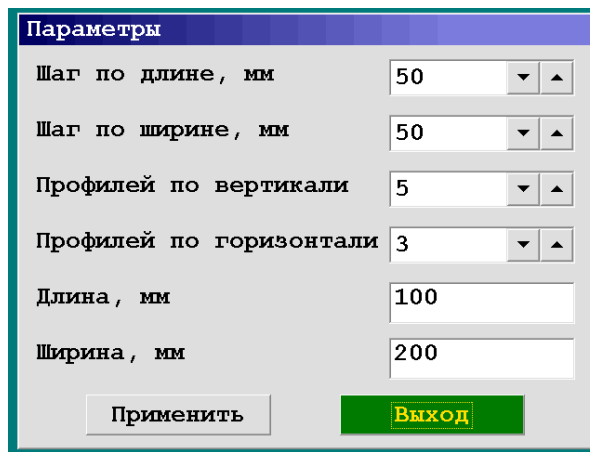

Рисунок. 5.15 Меню «Параметры» режима «3D профиль»
- открыть меню «Параметры», в котором задать параметры зондирования (Рис.5.15), нажать кнопку «Применить», закрыть окно «Параметры», нажав кнопку «Выход»;